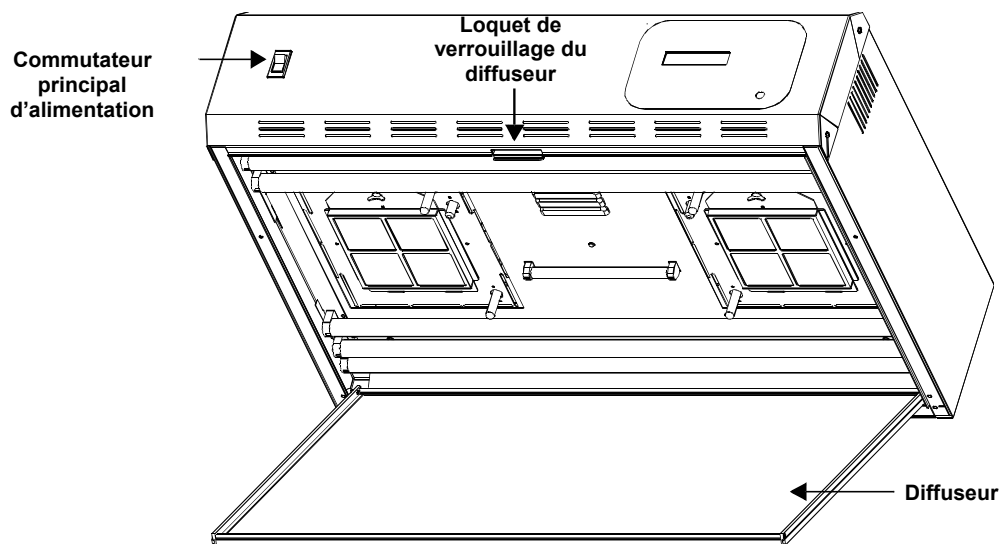
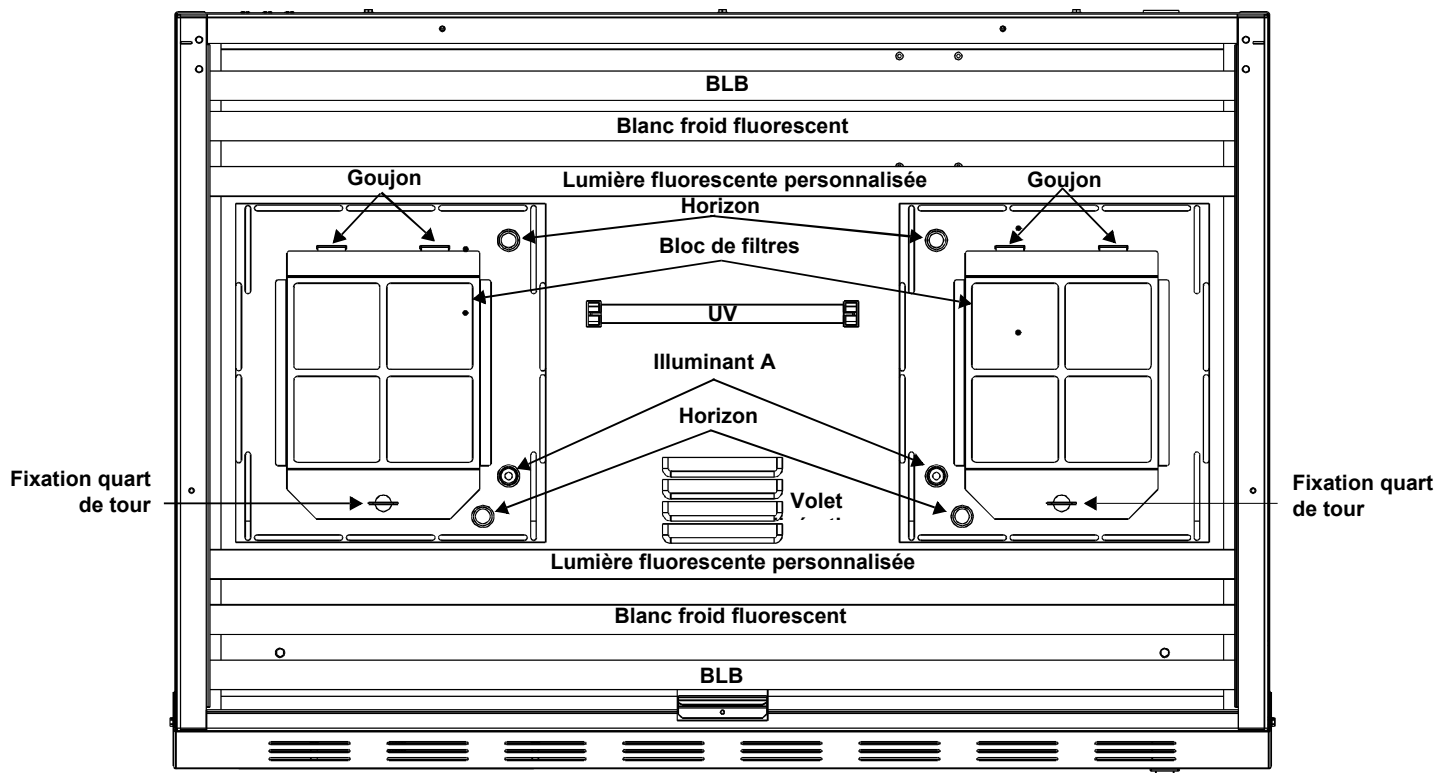

Figure 13. Luminaire ouvert
Figure 14. Emplacement des filtres et des lampes
Pour nettoyer l'appareil, reportez-vous à la Figure 13 et à la Figure 14, puis procédez comme suit :
6. Dévissez la fixation quart de tour. Voir Figure 14. Faites pivoter doucement le bloc de filtres vers le bas.
4. Dévissez la fixation quart de tour (voir Figure 14) et abaissez le diffuseur. Glissez les blocs de filtres sur le côté pour les retirer.